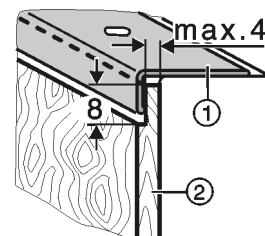

Fig. 27
- Hrubšie dekoračné dosky Fig. 27 (2) odstupňujte podľa obrázka na hrúbku maximálne 4 mm.